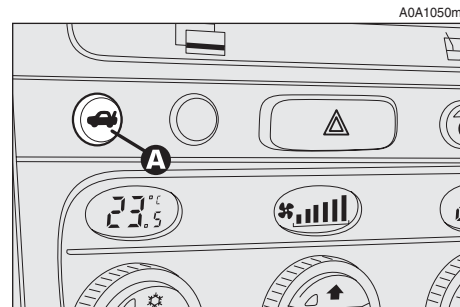

fig. 158
**desde el interior del coche** - pulsando la tecla (**A-fig. 158**).
## APERTURA DESDE EL INTERIOR (fig. 158)